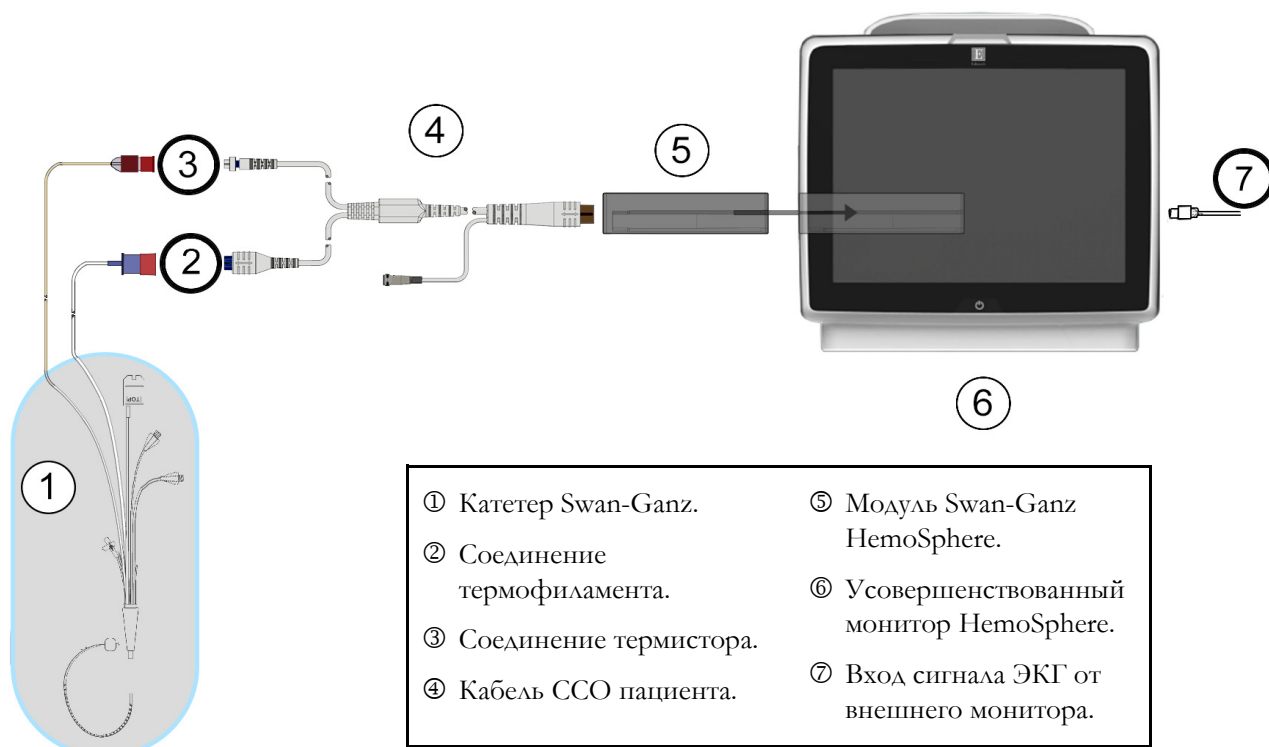

Рис. 9-7 Обзор соединений EDV/RVEF
- 2 Подсоедините катетерный конец кабеля пациента к разъемам термистора и термофиламента на катетере Swan-Ganz CCOmbo V. Эти соединения обозначены номерами ② и ③ на рис. 9-7.